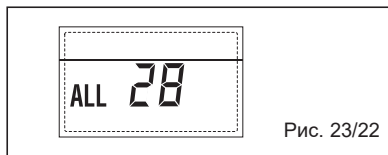

Рис. 23/22
– НЕПОЛАДКА КОЛИЧЕСТВА ПОДКЛЮЧЕННЫХ ПЛАТ “ALL 29” (Рис. 23/23)